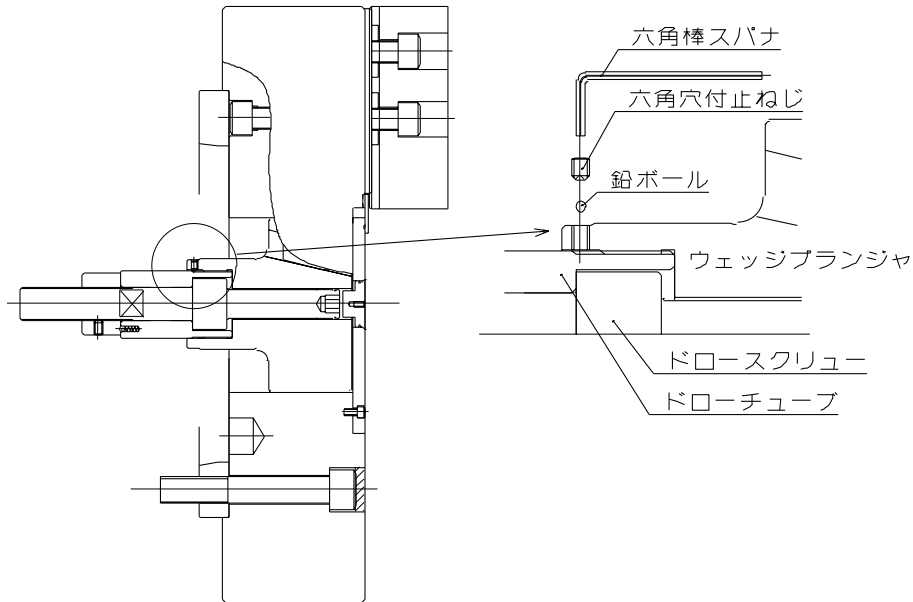

図 21
- ・ チャックのドローチューブは、荷造りの都合で別にしてあります。ウェッジプランジャにねじ込む際は、ドローチューブの二面幅にスパナを使ってしっかり締付け、付属の鉛ボールと六角穴付止ねじで図 21 の様に緩み止めをして下さい。